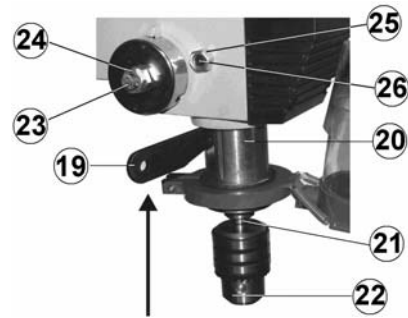

Рис.4
**Помните, затягивая винт (26), вы прижимаете шпиндель. Усилия возвратной пружины может оказаться недостаточно для автоматического подъема шпинделя в исходное положение.**
9.11. Регулировка усилия возвратной пружины шпинделя осуществляется вращением регулировочного болта (23) и фиксируется гайкой (24), Рис.4.